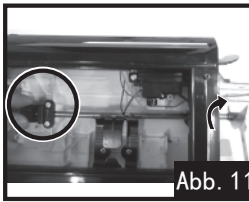

Abb. 11
11. Das Gummiteil der Spindel festhalten und die Mutter am Ende mit einem Schraubenschlüssel anziehen, um den Propeller zu befestigen, d.h. der Propeller mit dem Kupfermantel muss an der Spindel befestigt werden, Abb. 11.